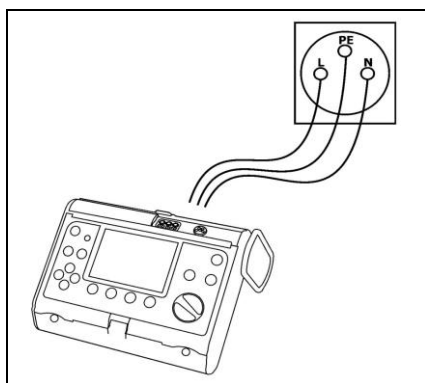

Fig.6. Conexión del medidor.
- conectar el medidor con los cables a la toma de corriente del tablero según la Fig. 6,